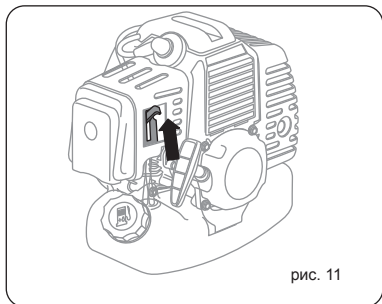

рис. 11
- Рычаг воздушной заслонки переведите вверх, в положение  $\uparrow$  (Рис.11).